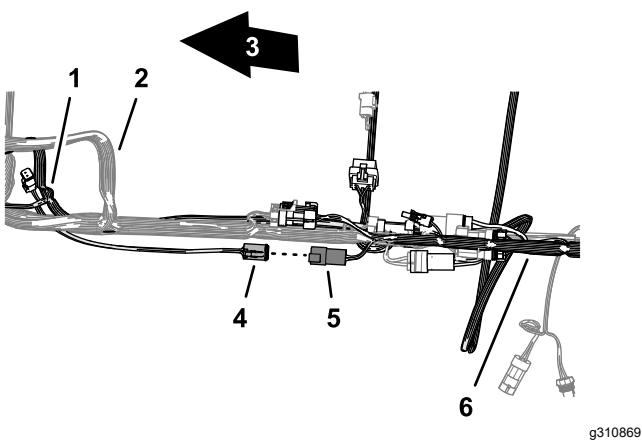

Рисунок 143
3. Вставьте 4-штыревой разъем ответвления жгута проводов передачи данных с маркировкой CAN 2 ASC 10 BUS (шина CAN 2 ASC 10) в 4-гнездовой разъем заднего жгута проводов GeoLink, предназначенный для контура CAN 2 / контроллера опрыскивателя (Рисунок 143).